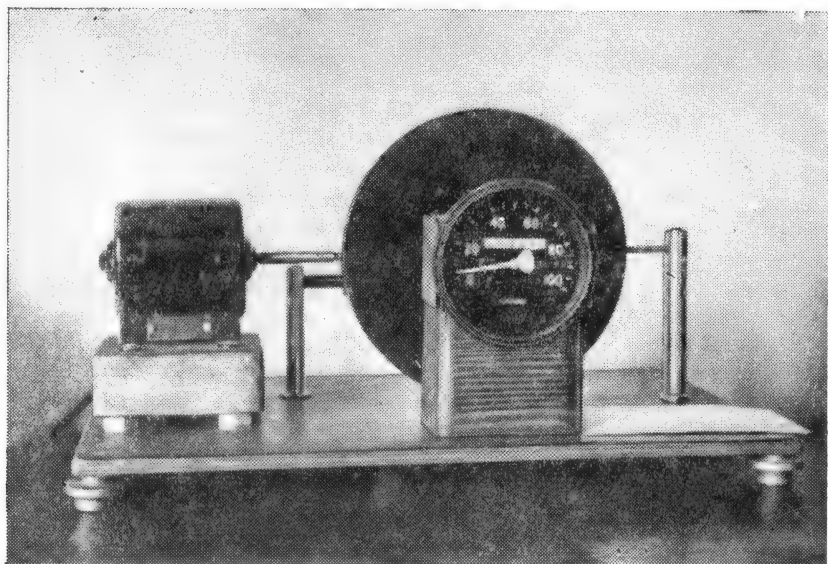

Рис. 38. Прибор для демонстрации работы спидометра.
9. Прибор для демонстрации работы спидометра. Спидометр — довольно распространенный прибор для определения скорости движения, например, автомобиля. Кроме того, он указывает пройденное расстояние. Речь об этом приборе заходит в классе при изучении скорости. Нетрудно самим сконструировать спидометр (рис. 38).